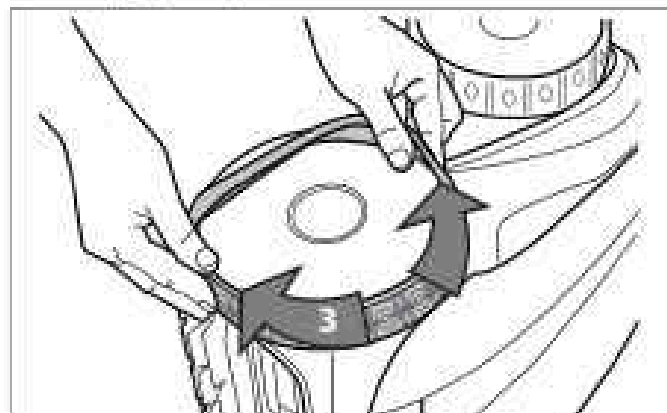

Figure 35. Placer le pneu autour de la roue
5. Placer le pneu sur la roue et vérifier que la nervure du pneu est correctement positionnée dans la rainure de la roue (Figure 35).